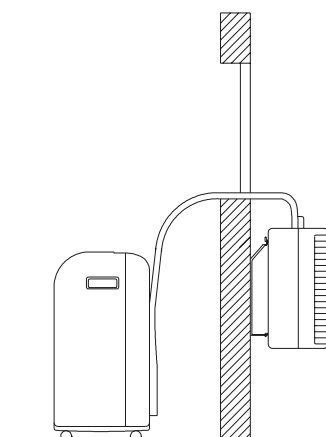

Bild 8
2. Hängen Sie das Außenteil in die Wandhalterungen ein und sichern Sie es mit den mitgelieferten Schrauben (M4) (Bild 8 und 9).